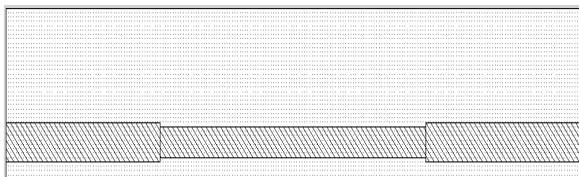

Рис. 1.39
- Щёлкните по входному проводнику, чтобы выделить его. Щёлкните по значку **Copy** на панели инструментов и затем по значку **Paste**. Переместите скопированный прямоугольник в окно электромагнитной структуры, соедините его с правым концом второго прямоугольника и щёлкните мышкой. Полученная топология показана на рис. 1.39.